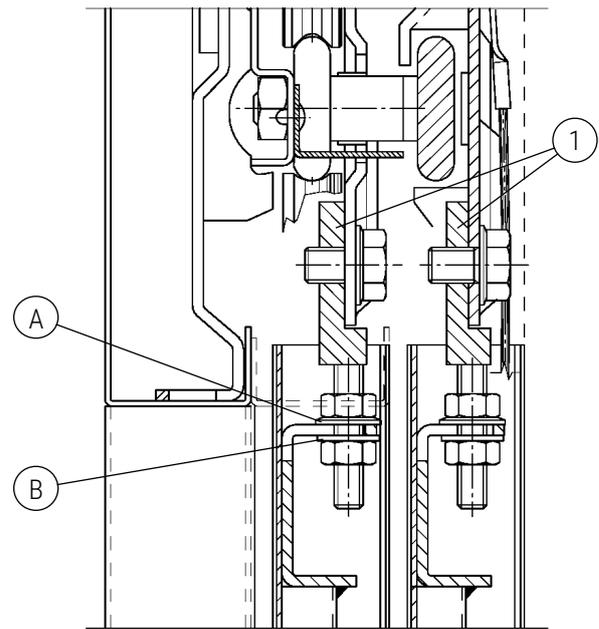

Abb. 4
Typ 11/R-L Standard - verkleidet nach DIN 18091: Positionieren Sie die Bolzen zur Türblattaufhängung (1) wie in Abb.4 dargestellt.
Dieser Winkel dient zur Vermeidung der zu hohen Aufspreizung der Türblätter und ist zu einem max. Abstand von 1 mm von den Führungen einzustellen, wie auf Abb. 4 dargestellt.